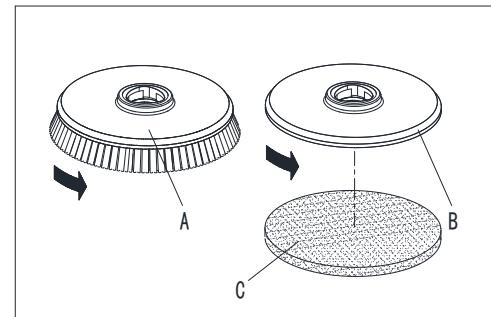

Figure 5
Installer soit la brosse (A, Figure 5) ou le support de disque (B et C, Figure 5) selon le type de sol à nettoyer.
1. Insérer la clé de contact (54) et la tourner sur "O".
2. Soulever la tête de brosse en appuyant sur la pédale (10).
3. Le cas échéant, tourner le dispositif de réglage de vitesse (56) au ralenti en le tournant dans le sens anti-horaire.
4. Placer les brosses (A, Fig. 5) ou le support de disque (B) sous la tête de brosse (21).
5. Abaisser la tête de brosse sur les brosses/les supports de disque en appuyant sur la pédale (10).
6. Tourner la clé de contact (54) sur "I".
7. Appuyer sur le commutateur de la brosse/du support de disque et du système d'aspiration (60).
8. Appuyez sur l'un des commutateurs d'entraînement de brosse/avant (50) pour engager la brosse/le support de disque, puis le relâcher. Si nécessaire, répéter la procédure jusqu'à ce que les brosses/les supports de disque soient engagés.